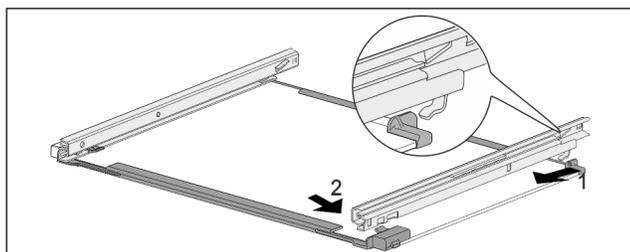

Fig. 167 Tablette en verre avec rails
- ▶ Accrocher le rail à l'arrière. Fig. 167 (1)
- ▶ Accrocher le rail à l'avant. Fig. 167 (2)